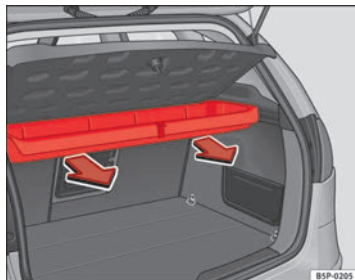

Fig. 123 Smontaggio cassetto portaoggetti
- Tirare all'infuori facendo uscire il cassetto dai perni ⇒ fig. 123.